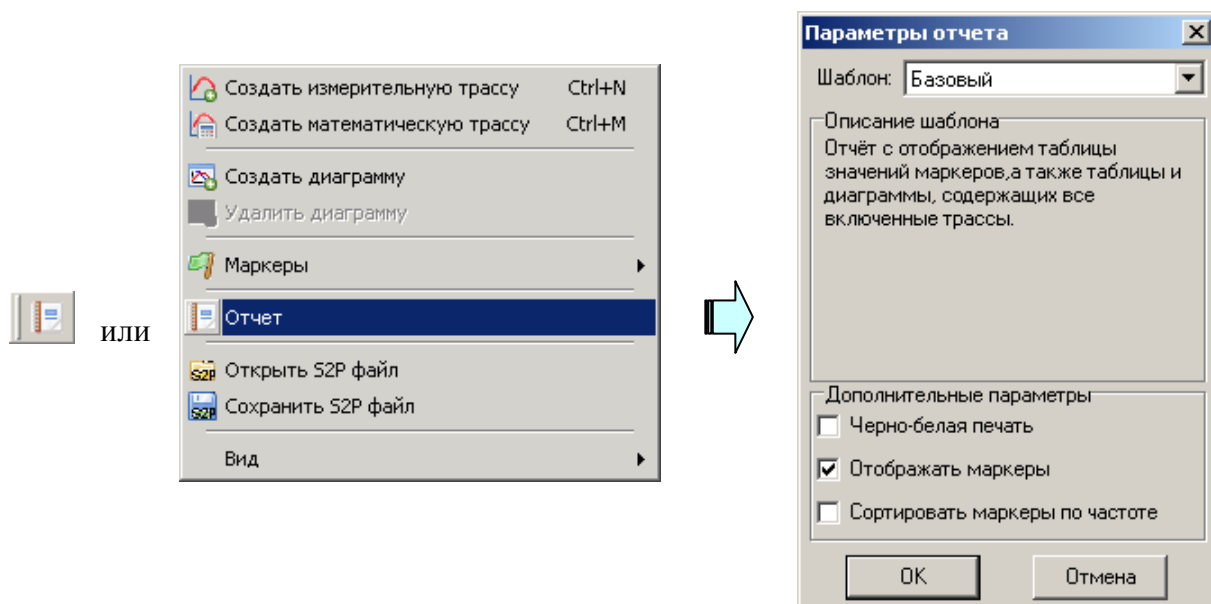

Рисунок 3.30 – Создание отчёта
**Чтобы сохранить *S2P*- или *S1P*-файл**, следует выбрать пункт "Сохранить *S2P* файл" в контекстном меню диаграммы (рисунок 3.30). В выбранный текстовый файл с расширением *s2p* сохраняются частота, модуль (в логарифмическом масштабе) и фаза (в градусах) параметров рассеяния  $S_{11}$ ,  $S_{21}$ ,  $S_{12}$ ,  $S_{22}$ . В отличие от сохранения трассы, в *S2P*-файл записываются значения с выходов "Измерений", т.е. до преобразования к некоторому формату отображения и до каких-либо функциональных преобразований над трассами. "Измерения" для записи в качестве того или иного *S*-параметра выбираются автоматически. Если при сохранении *S2P*-файла некоторые *S*-параметры отсутствуют, то вместо них записываются значения (-200 дБ, 0°). Если для некоторых *S*-параметров найдётся несколько подходящих "Измерений", пользователю будет предложено выбрать.